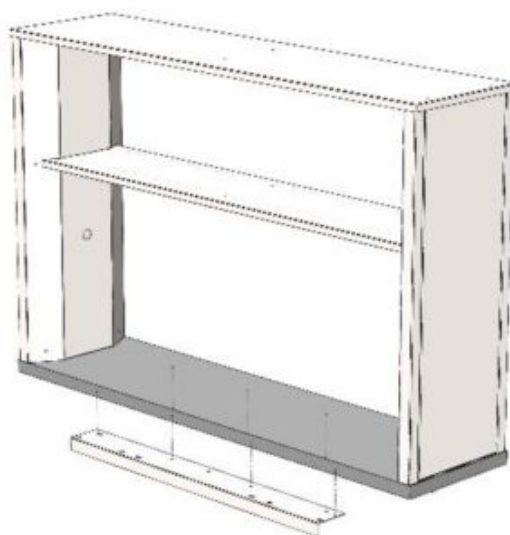

Рис. 1. Установка крепёжных уголков технологической приставки
- 6.2. Установить на технологическую приставку крепёжные уголки, используя саморезы 4x16 или 4,2x9,5 в зависимости от материала рабочей поверхности (Рис. 1).